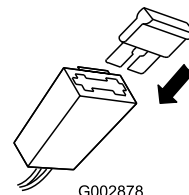

Figure 40
2. Remplacez le fusible dans le porte-fusible (Figure 40).